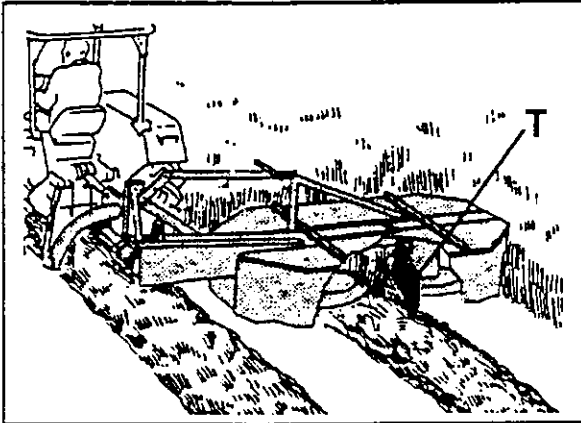

Fig. 6-9
Para que no tenga que pasar por encima de la hilera segada, aunque su tractor tenga unas ruedas o rodada más anchas, la chapa separadora (formadora de hileras) es suministrable a modo de equipamiento especial. Con la chapa separadora (T) (Fig. 6-9) Ud. siempre obtiene una buena separación entre el material segado y a segar.